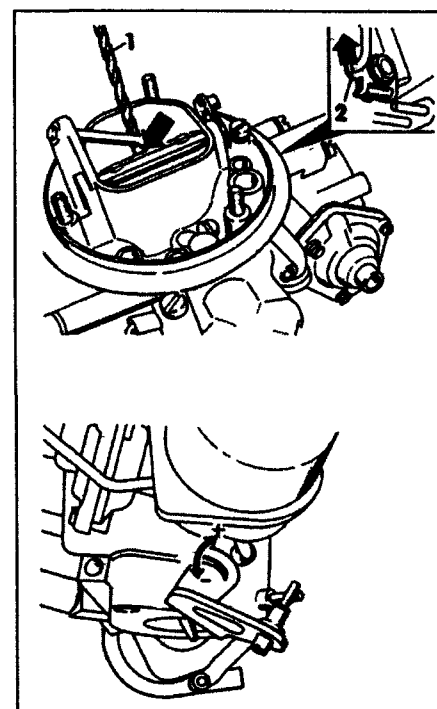

Рис. 4.42 Регулировка устройства защиты "от пересоса"
42 Нажмите на рычаг (2) вверх и хвостовиком сверла измерьте зазор между нижней кромкой воздушной заслонки и впускной горловиной (рис. 4.42).